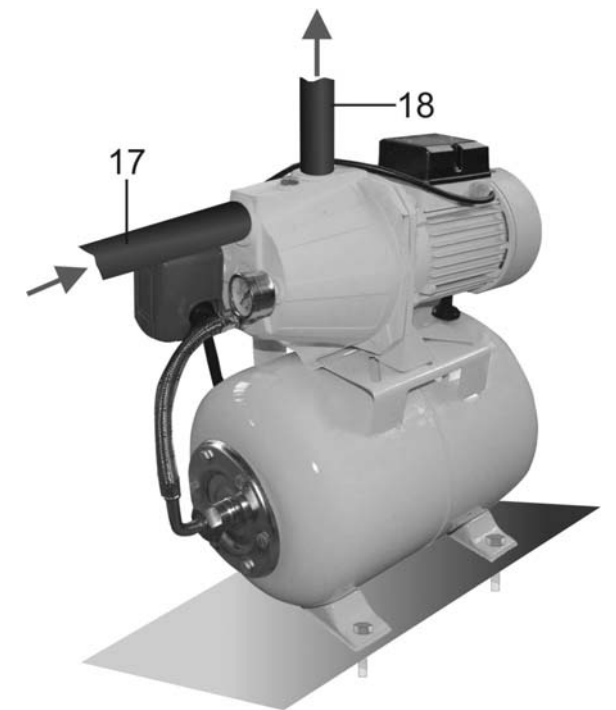

Рис.2
7. МОНТАЖ (Рис.2)
- Станцию необходимо закрепить к полу или к другой ровной и устойчивой поверхности с помощью четырех болтовых соединений (не комплектуются), как показано на Рис.2.
8.2.2. Проверьте, есть ли вероятность опорожнения всасывающего трубопровода 17 (Рис.2). Если есть, то не оставляйте станцию без надзора, чтобы насос не работал "на сухую".
8.2.6. Откройте запорную арматуру на подающем трубопроводе 18 (Рис.2), чтобы воздух мог выйти из него.
8.3.2. Проверьте, поступает ли вода в подающем трубопроводе 18 (Рис.2).